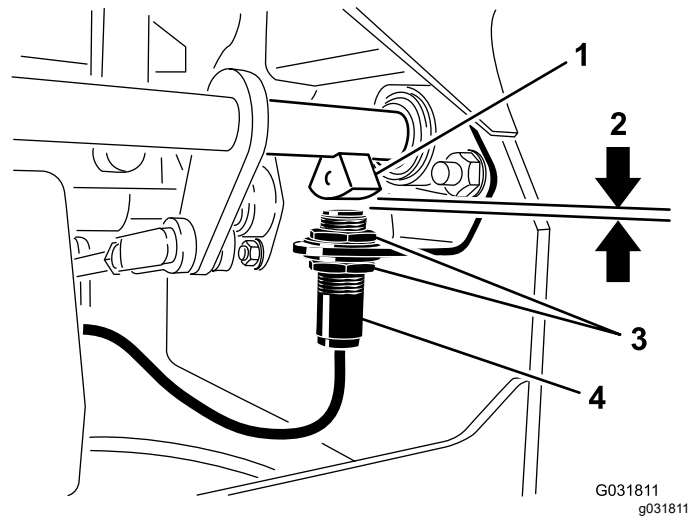

Figura 51
4. Mueva el interruptor hacia arriba o hacia abajo en el soporte hasta que la distancia entre el sensor del eje del freno y el émbolo del interruptor sea de 4 mm, según se muestra en Figura 51.